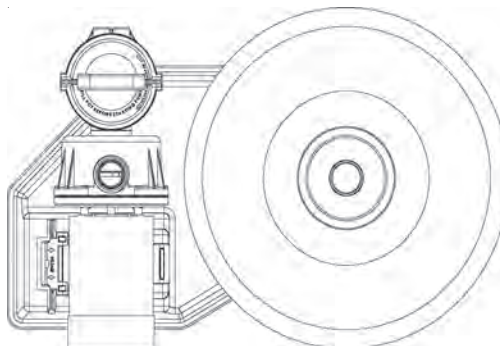

Figura 5.
- G Deslice el pie de la Bomba entre el gancho de sujetar y el disparador. Referirse a la Figura 3. Siente la Bomba a través de empujar hacia abajo sobre ella hasta que el gancho de sujetar haga un ruido corto cuando entre en su lugar sobre el pie de la Bomba. Refierase a la Figura 4. La bomba tiene que ser posicionada como es indicado en la Figura 5. Instale los dos x 1-1/4 pernos largos # 20" a través de la ranura en el pie de el motor, hacia los dos hoyos en la base cerca de el disparador.